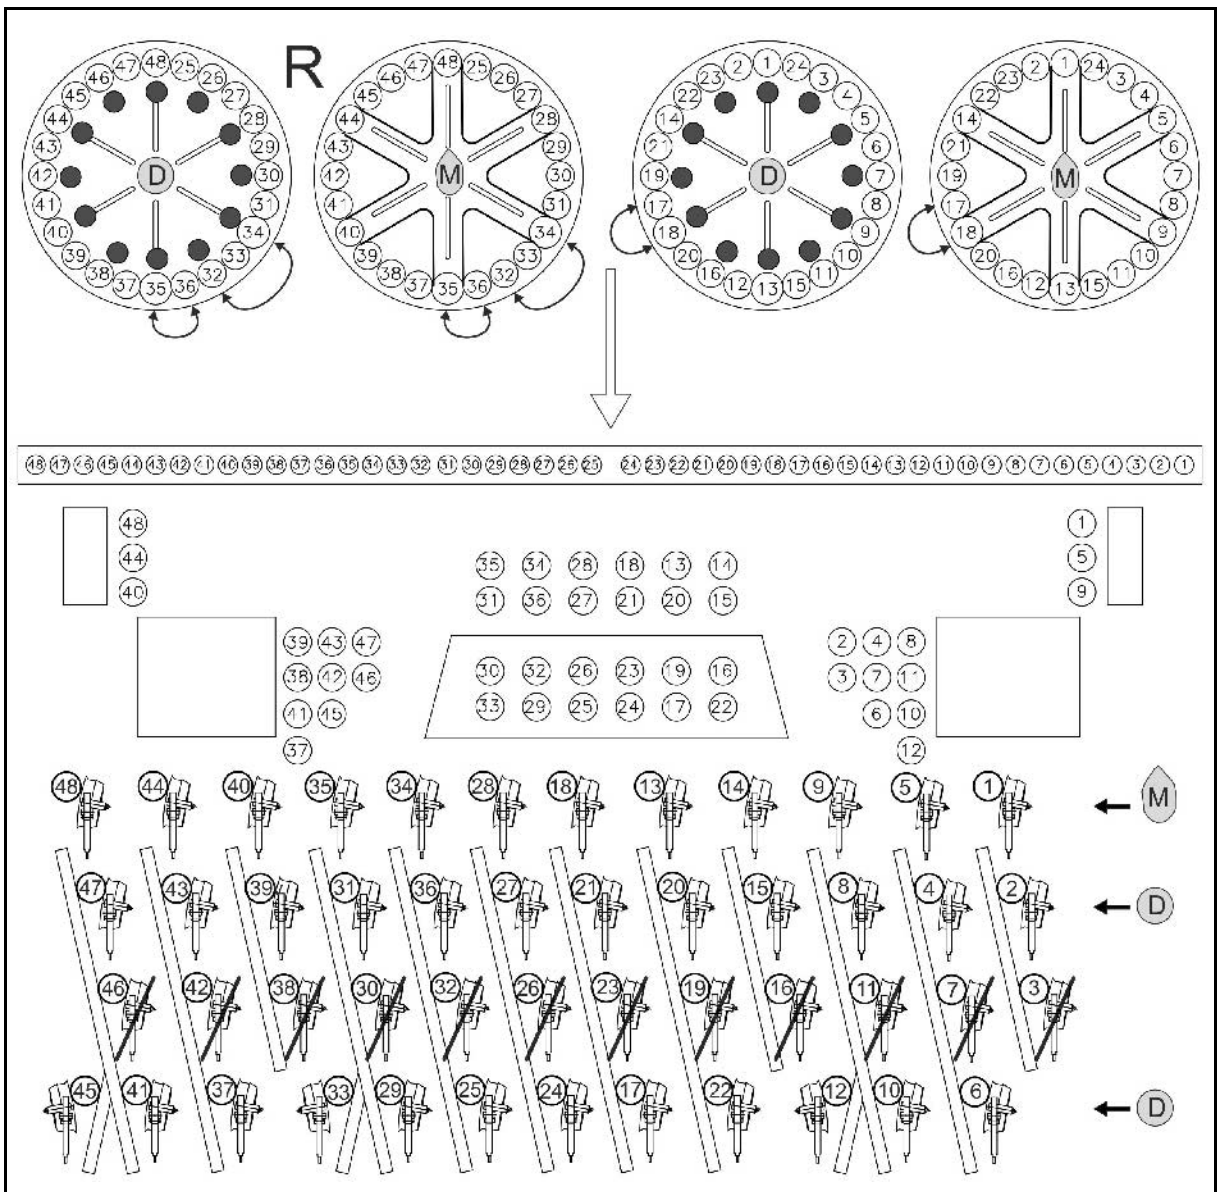

Рис. 36
- Кукуруза **M**: установите заслонки согласно Рис. 36 montieren.
- Удобрения **D**: установите заглушки согласно Рис. 36.